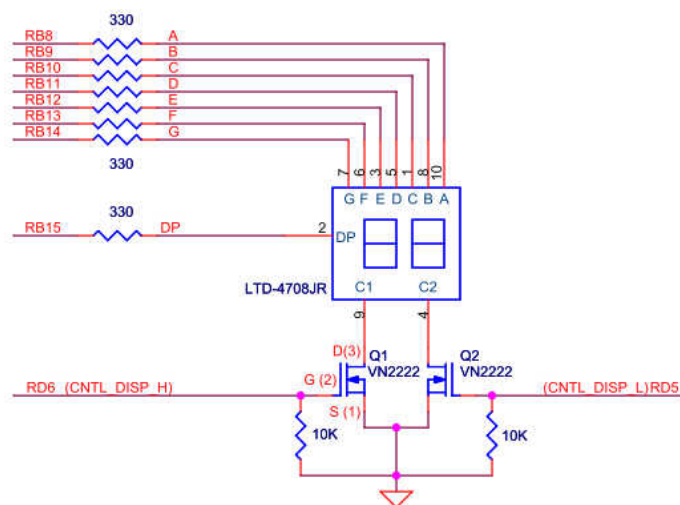

Figura 3. Ligação de dois *displays* de 7 segmentos ao porto B do PIC32.
3. Pretende-se agora interagir com o sistema de visualização baseado em dois *displays* de 7 segmentos (Figura 3).
- Escrever no **porto B** a combinação binária que ative apenas o segmento do *display* correspondente ao caracter lido; note que a Figura 3 contém a informação de qual o porto que corresponde a cada segmento: por exemplo, o segmento A está ligado ao porto **RB8**.